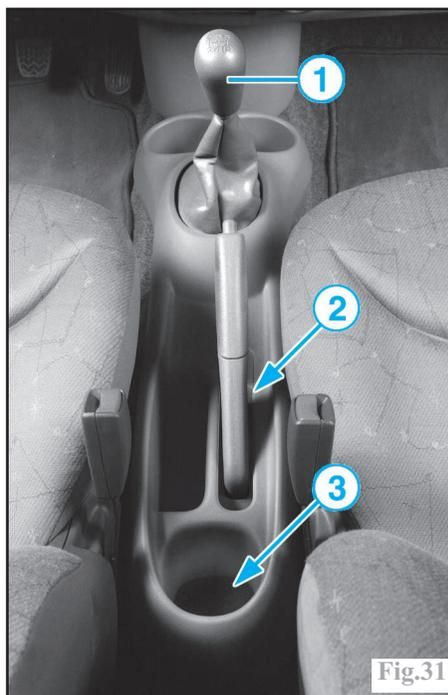

Fig.31
- Dévisser le pommeau de levier de vitesses (1) (Fig.31).
- Décliper l'enjoliveur (2) sous le levier de frein de stationnement.
- Retirer le fond du porte-gobelet (3) et déposer la vis.